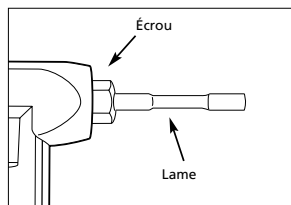

Figure 4
4. Desserrer l'écrou qui tient la lame dans l'outil. (Figure 4). Ceci permet l'enlèvement de la lame et l'écrou de la grignoteuse.